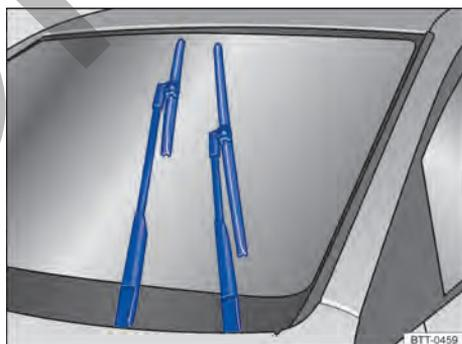

Fig. 133 Limpiavidrios en posición de servicio.
En la posición de servicio se pueden levantar los brazos de los limpiaparabrisas → fig. 133. Para poner el limpiavidrios en posición de servicio, proceda de la siguiente manera:
- Presione la palanca del limpiavidrios brevemente hacia abajo → fig. 133 ④.